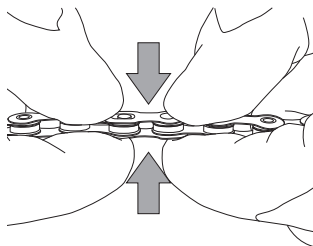

Fig.7
- Appuyez sur le C-Link™ pour vous assurer que les axes sont complètement insérés (Fig. 7).